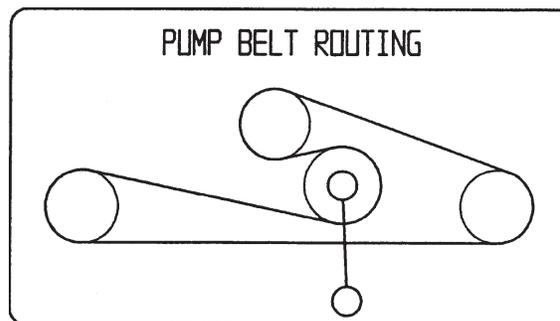

Figure 56
- Abaissez la poulie de tension rappelée par ressort et enlevez la courroie des poulies du moteur et de la pompe hydraulique (Fig. 56). Retirez la courroie entre les poulies.
- Installez la courroie neuve sur les poulies du moteur et de la pompe hydraulique (Fig. 56).
- Abaissez la poulie de tension rappelée par ressort et alignez-la sous la courroie de transmission, puis relâchez-la (Fig. 56).